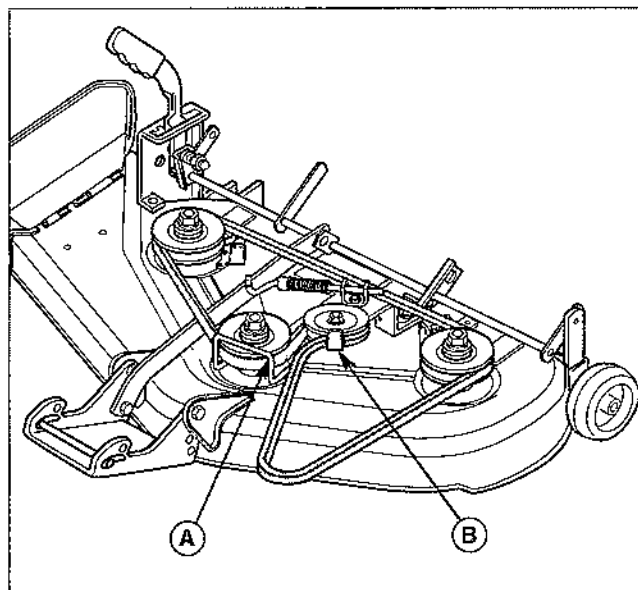

Figure 39. Cheminement de courroie de la tondeuse -
4. Desserrer les écrous de fixation du guide de la courroie (A, Figure 39).
5. Noter l'emplacement du guide de courroie du galet tendeur (B). Desserrer la vis à tête du galet tendeur.
6. Retirer l'ancienne courroie des poulies et installer la neuve, comme illustré à la Figure 39.
7. Serrer la boulonnerie des guides de courroie (A).
9. Faire tourner le guide de courroie du galet tendeur (B) dans le sens horaire jusqu'à ce qu'il touche le bras de renvoi. Serrer la vis à tête du galet tendeur.